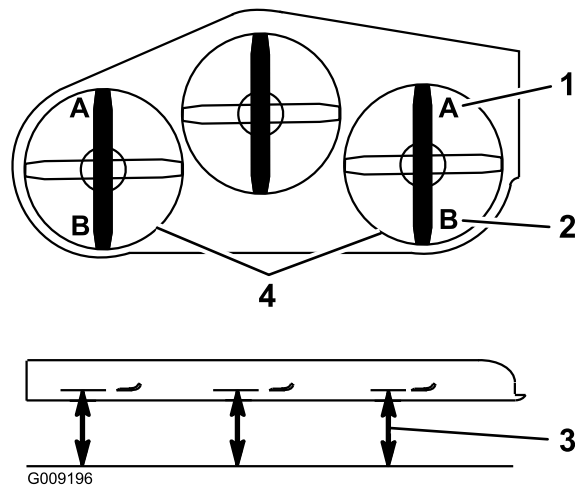

Figura 93
9. Su ambo i lati del piatto di taglio, misurate dalla superficie piana all'estremità anteriore della lama (posizione A), come illustrato nella Figura 93.
16. Su ambo i lati del piatto di taglio, misurate dalla superficie piana all'estremità posteriore della lama (posizione B), come illustrato nella Figura 93.